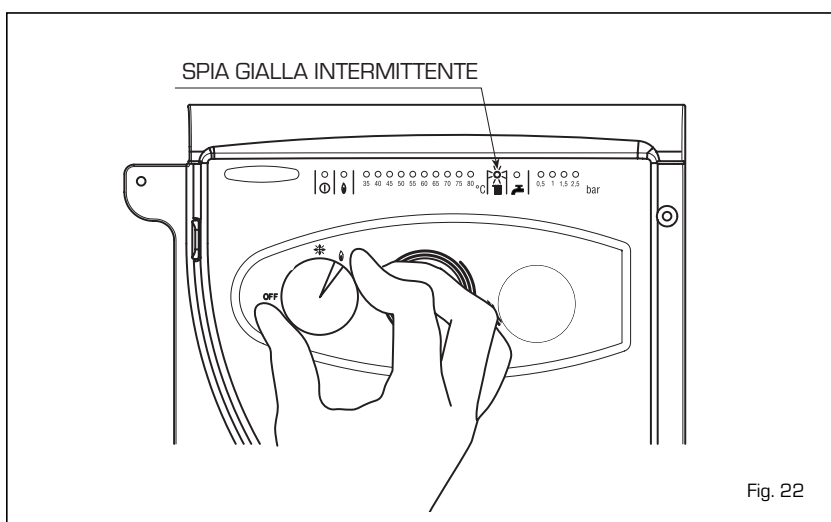

Fig. 22
4.4.1 Funzione spazzacamino (fig. 22)
Per effettuare la verifica di combustione del singolo modulo ruotare il selettore e sostare su posizione (I) fino a quando il led giallo (III) non inizia a lampeggiare (fig. 22). Da quel momento il modulo inizierà a funzionare in riscaldamento alla massima potenza con spegnimento a 80°C e riaccensione a 70°C.